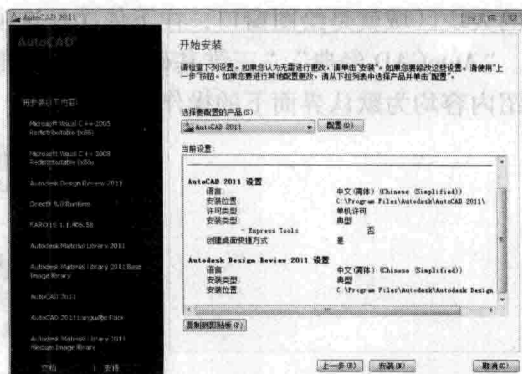

图 1-7 安装界面
6) 出现安装界面。如果用户对之前的设置不满意, 可通过单击“上一步”按钮返回重新设置; 如果确认无误, 可单击“下一步”按钮直接开始安装, 如图 1-7 所示。安装过程是自动进行的, 会显示安装进度条。